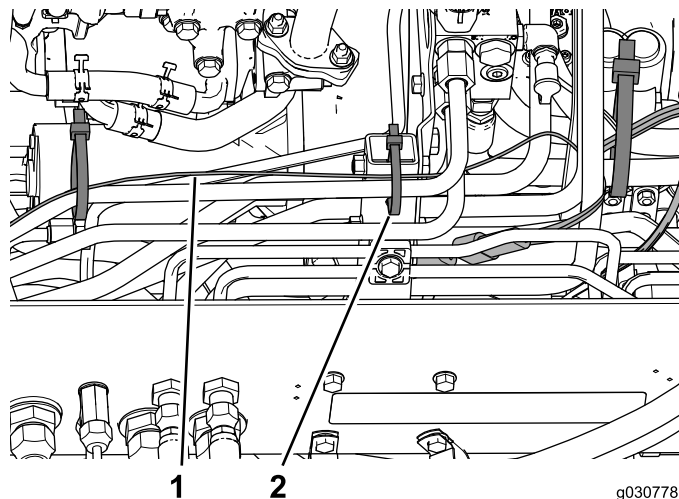
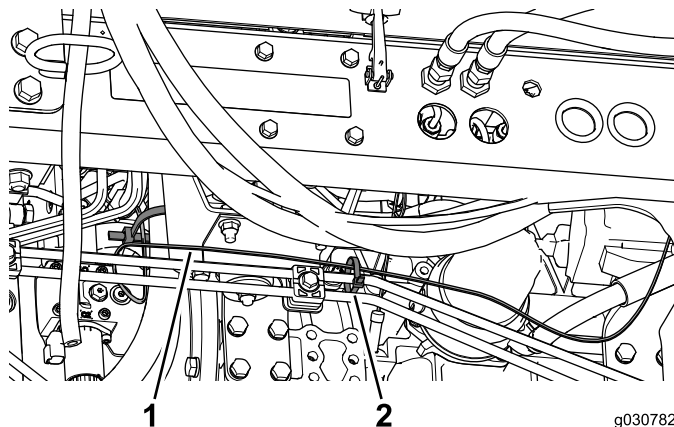

Figura 49
Figura 50
5. Utilizzate fascette per cavi per fissare il cablaggio preassemblato ai flessibili idraulici e alle tubazioni rigide nei punti illustrati nella Figura 49 e nella Figura 50.